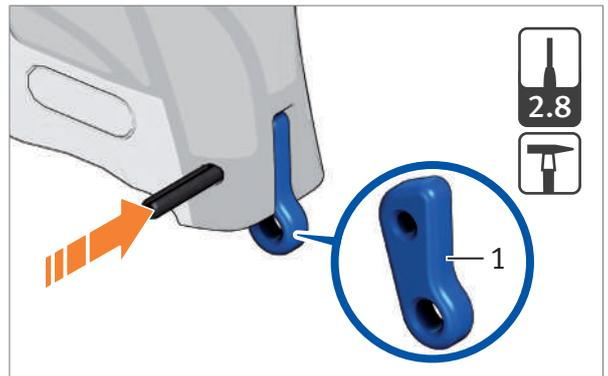

Abb. 29: Aufnahme für Sicherungsschnur einsetzen
2. Aufnahme für Sicherungsschnur einsetzen (Abb. 29).
3. Spannstift für Griff Rücken eintreiben (Abb. 29).